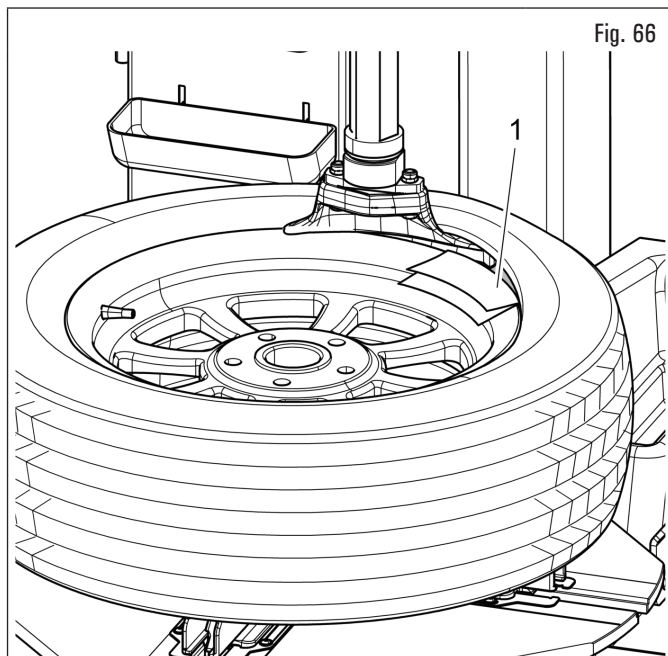
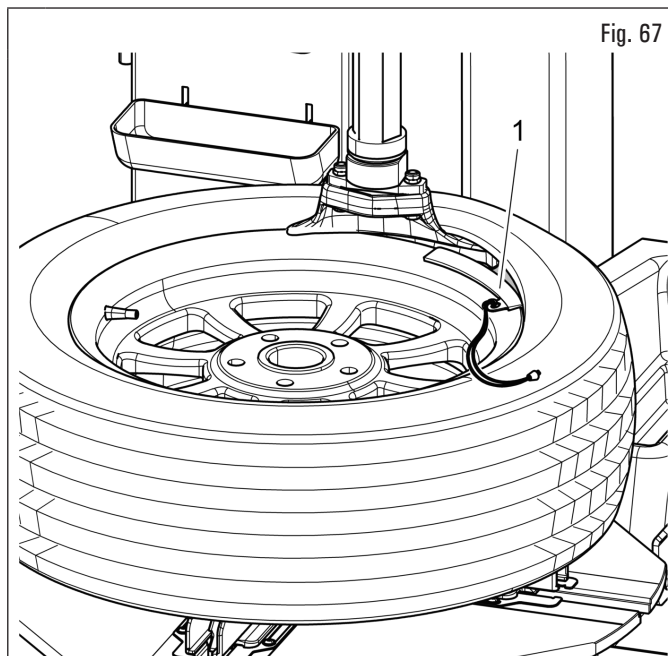

Fig. 66
Fig. 67
10. se il cerchione è in lega leggera, ripiegare una pellicola di protezione tallone (Fig. 66 rif. 1) e avvolgere il bordo del cerchione al di sotto della testa utensile, per evitare danni al cerchione dovuti al contatto con la leva e favorire lo scorrimento del tallone sul bordo del cerchione. Qualora il cerchione sia in lamiera, utilizzare la protezione parabordo (Fig. 67 rif. 1).